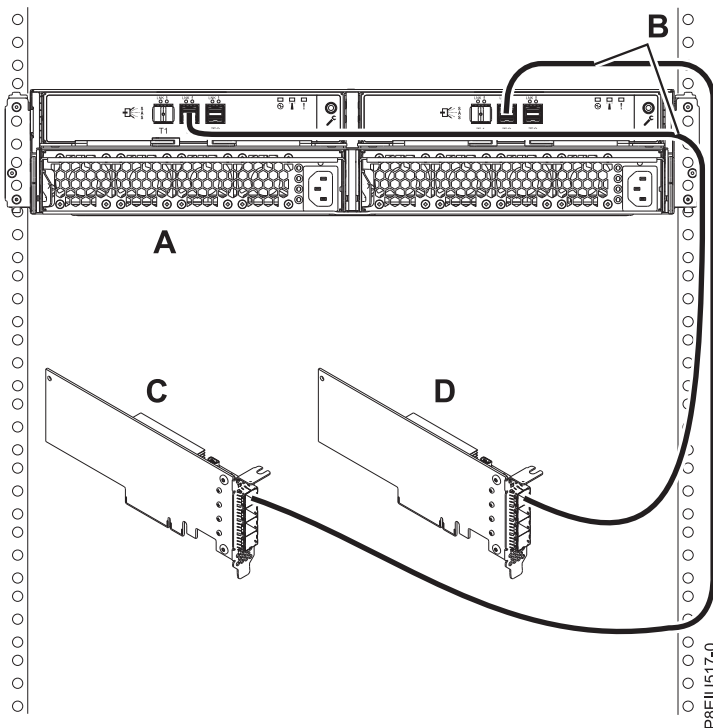

図 13. 2 台のアダプターへの 2 本の AA12 ケーブルまたはその他のストレート・ケーブルを使用した、1 台の 5147-024 エンクロージャーのモード 1 接続
13. 図 13 に示すように、2 台のアダプター (C、D) への 2 本の AA12 ケーブルまたはその他のストレート・ケーブル (B) を使用して 1 台の 5147-024 ストレージ・エンクロージャー (A) のモード 1 接続を行ってから、24 ページの『ケーブルと電源コードの接続およびカバーの取り付け』に進みます。